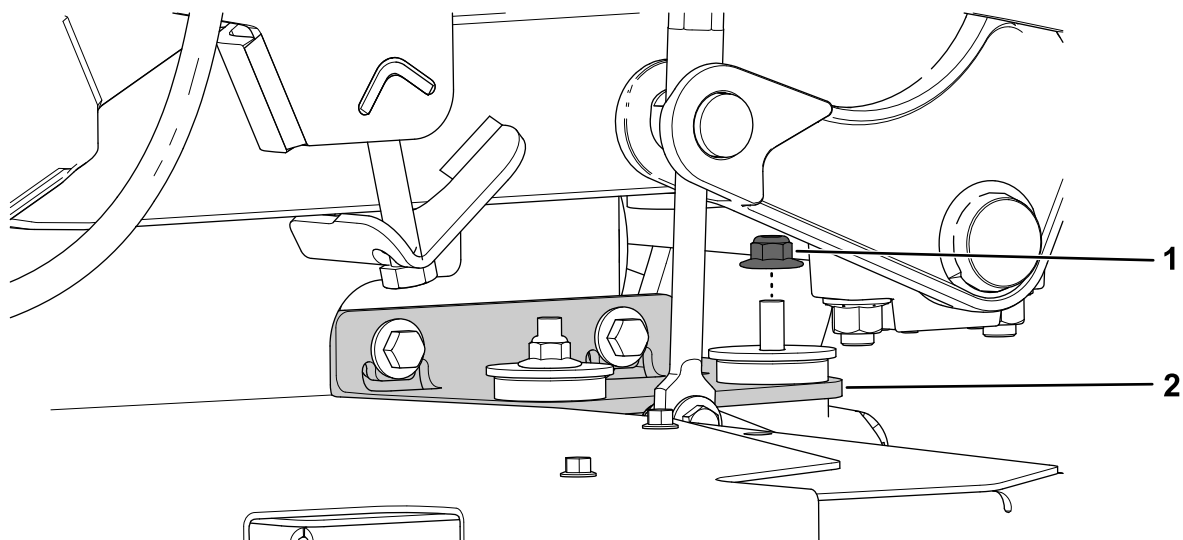
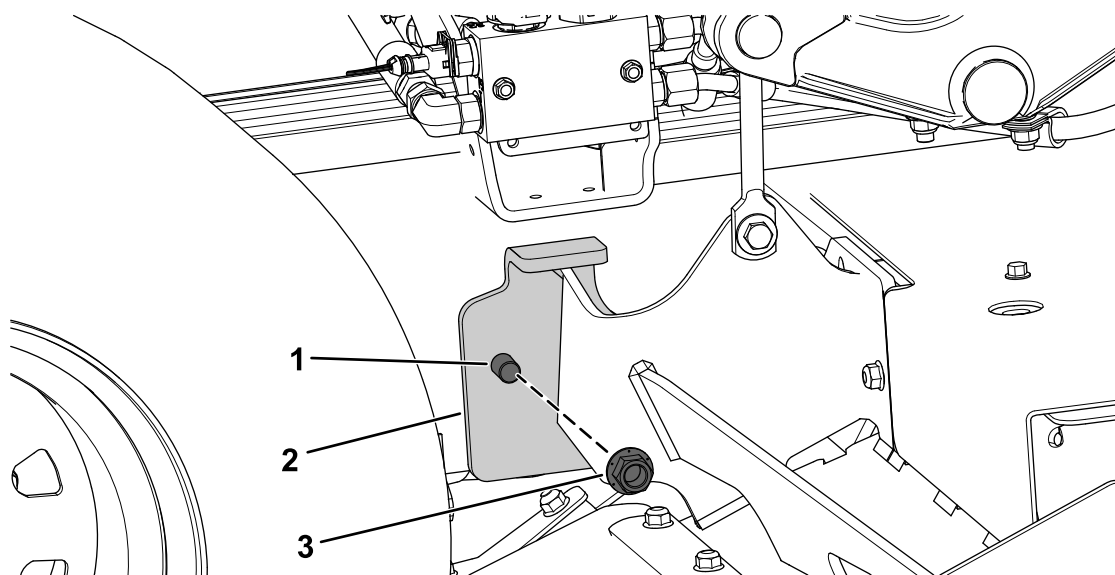

Figure 16
Figure 17
5. Retirez l'écrou à embase avant droit ($\frac{3}{8}$ " du support du boîtier d'engrenages et le boulon à tête hexagonale ($\frac{1}{2}$ " x $2\frac{1}{2}$ "), la rondelle et le contre-écrou ($\frac{1}{2}$ " de chaque renfort du plateau de coupe (Figure 16 et Figure 17).